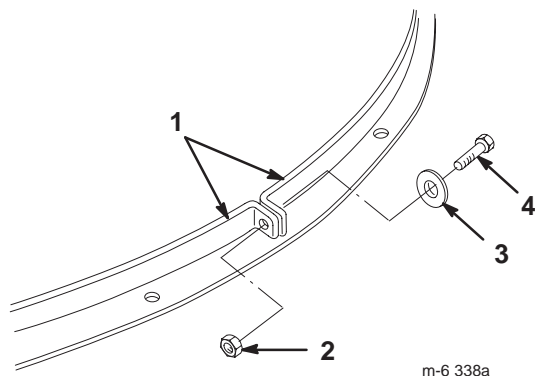

Figure 15
9. Retirez le boulon, la rondelle et l'écrou qui rapprochent les extrémités des 2 bandes (Fig. 15).
13. Rapprochez les extrémités des 2 bandes qui entourent l'obturateur Recycler, comme illustré à la Figure 15.
8. Retirez le boulon, la rondelle et l'écrou qui rapprochent les extrémités des 2 bandes (Fig. 15).
14. Rapprochez les extrémités des 2 bandes qui entourent l'éjecteur, comme illustré à la Figure 15.
15. Alignez les trous à l'extrémité des bandes et fixez les deux bandes ensemble à l'aide du boulon, de la rondelle et de l'écrou retirés précédemment (Fig. 15).